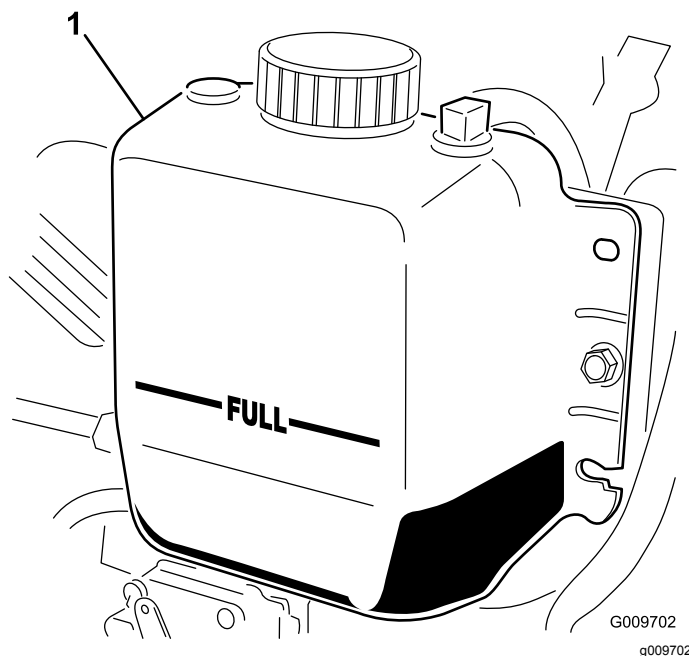

Figura 89
3. Verifique o nível do líquido de arrefecimento do radiador. O radiador deverá encontrar-se cheio de líquido até ao cimo do tubo de enchimento e o nível do líquido no depósito de expansão deverá atingir a marca CHEIO (Figura 89).